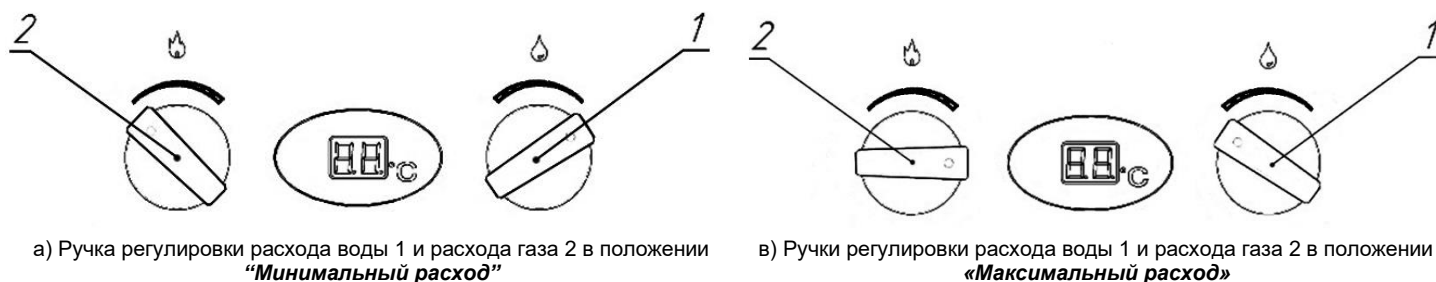

Рисунок 2. Положения ручек регулировки аппарата
- рекомендуется повернуть ручку 1 в положение минимального расхода газа, а ручку 2 в положение максимального расхода воды (рис. 2).